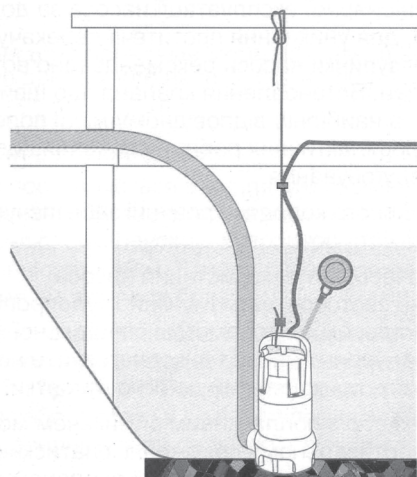

Рис. 1. Схема дренажной системы.
7. Насос должен устанавливаться так, чтобы всасывающий сетчатый фильтр не забивался частично или полностью осадком, грязью и т.п. Добиться этого можно путем установки насоса на кирпич, металлическую плиту или аналогичную подставку (рис. 1).